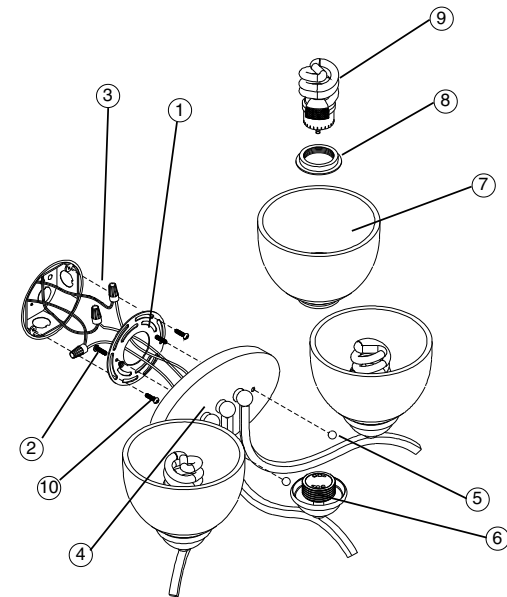

Figure 1
4. With the power turned off, hold the fixture firmly and connect the ground wire from the fixture to the bare copper ground wire from the junction box using a Wirenut (3). (If house wiring does not include a ground wire, consult your local electrical code for approved grounding methods). See Figure 1.
5. Use Wirenuts (3) to connect black fixture wire to the black power supply wire and white fixture wire to the white power supply wire. See Figure 1.
7. Position the Backplate (4) over the Screws protruding from the Mounting Plate (1) and secure fixture with Finials (5).
8. To Install Glass Shade (7), unscrew Lock Ring (8) from the Socket (6). Place Glass Shade (7) over the Socket (6) and reinstall the Lock Ring (8). See Figure 1.
4. Con la electricidad apagada, sostenga el luminario firmemente y conecte el alambre verde de tierra del luminario al alambre de cobre descubierto de tierra de la caja de ensambladura usando un Capuchón de Alambres (3). (Si el alambrado de la casa no incluye un alambre de tierra, consulte su código eléctrico local para los métodos aprobados de hacer tierra). Vea Fig. 1.
5. Use Capuchones de Alambres (3) para conectar el alambre negro del luminario al alambre negro de suministro de electricidad y el alambre blanco del luminario al alambre blanco de suministro de electricidad. Vea Fig. 1.
7. Coloque la Placa Trasera (4) sobre los tornillos que sobresalen de la parte curvada de la Placa de Montaje (1) y asegure el luminario con Finials (5).
8. Para Instalar la Pantallas de Cristal (7), desenrosque el Anillo de Cierre (8) del Enchufe (6). Coloque la Pantalla de Cristal (7) sobre el Enchufe (6) e instale de nuevo el Anillo de Cierre (8). Vea Fig. 1.